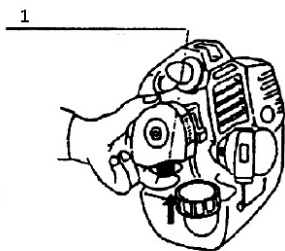

Рис. 8
- Несколько раз нажмите на капсюль, чтобы убедиться, что топливо проходит через карбюратор. Это поможет легко запустить аппарат (рис. 8).